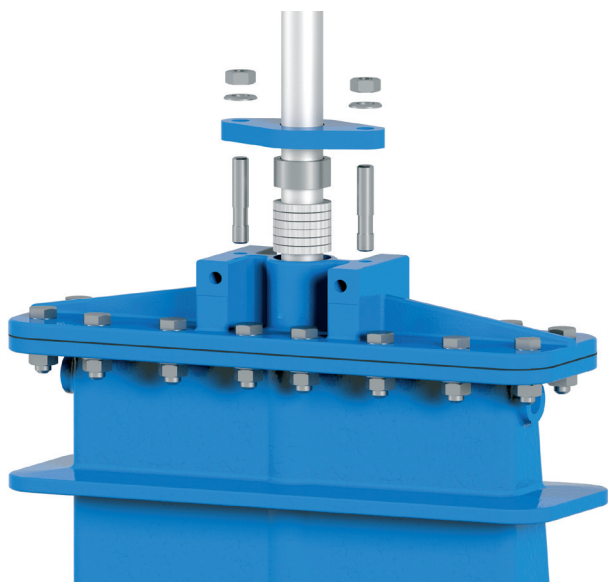

Fig. 4
- **Anillo con juntas tóricas, y prensaestopas con estopada (Fig.4).** Para las válvulas con prensaestopas, en caso de detectarse fuga, hay que reapretar las tuercas de las bridas del prensaestopas de manera cruzada, aplicando el par de apriete de manera gradual, hasta que la fuga desaparezca, teniendo en cuenta que no debe haber ningún contacto entre los casquillos prensaestopas y los ejes.